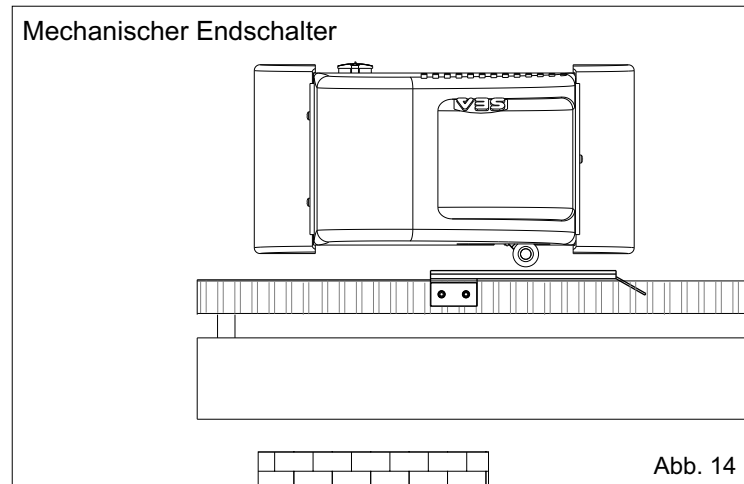
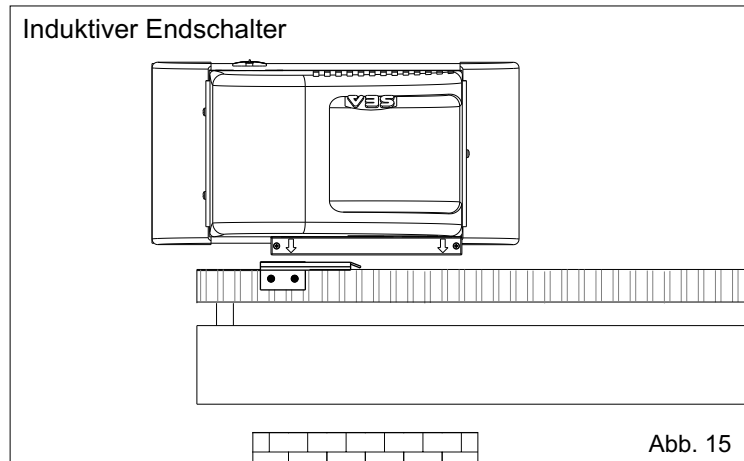
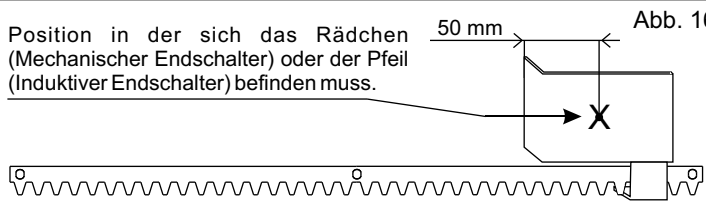
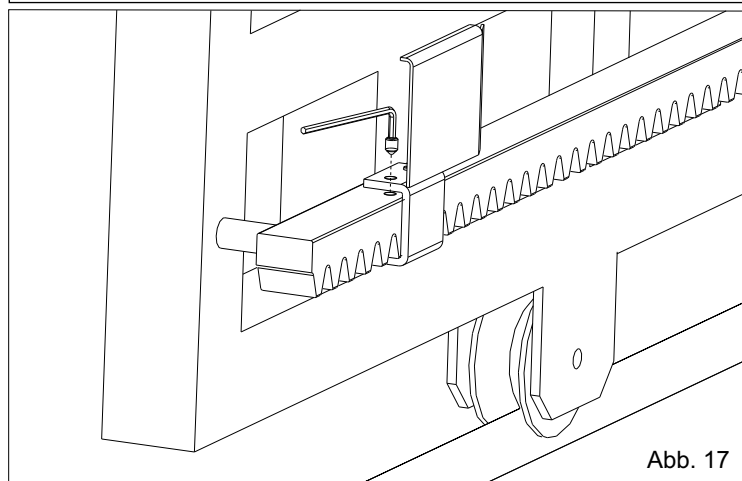

Abb. 14
Abb. 15
Abb. 16
Abb. 17
- Das Plättchen auf der Zahnstange so positionieren, dass der Endschalter (bei mechanischen Endschaltern Metallplättchen (Abb. 14); Anzeigepfeil bei induktivem Endschalter (Abb. 15) auf der oberen Seite) dem Punkt X entspricht, der sich 50 mm von der geknickten Seite des Plättchens befindet (Abb. 16) und mit den mitgelieferten Schrauben befestigen (Abb. 17).
- Das Plättchen auf der Zahnstange so positionieren, dass der Endschalter dem Punkt X, der sich 50 mm von der geknickten Seite des Plättchens befindet entspricht (Abb. 16) und mit den mitgelieferten Schrauben befestigen (Abb. 17).